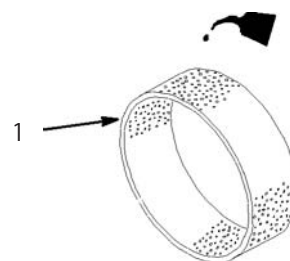

図29
4. 乾いたら新しいエンジン・オイルを30~60 cc含ませる(図29)。